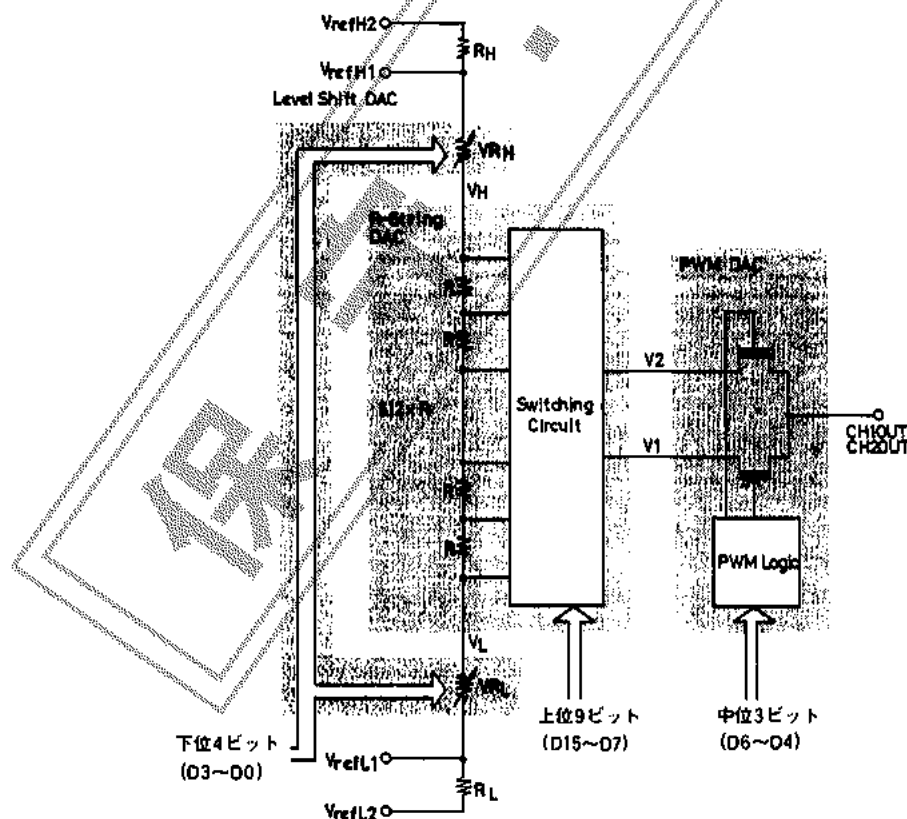

図1 LC7881のD/A変換方式
(2) 変換動作 (図1 参照)
(3)Vref端子 (図1参照)